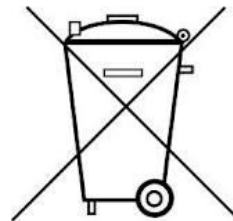

Fig. 9 Montagem de experiência – Efeito de Hall com campo magnético homogêneo
- Completar a montagem de experiência segundo a Fig. 9.